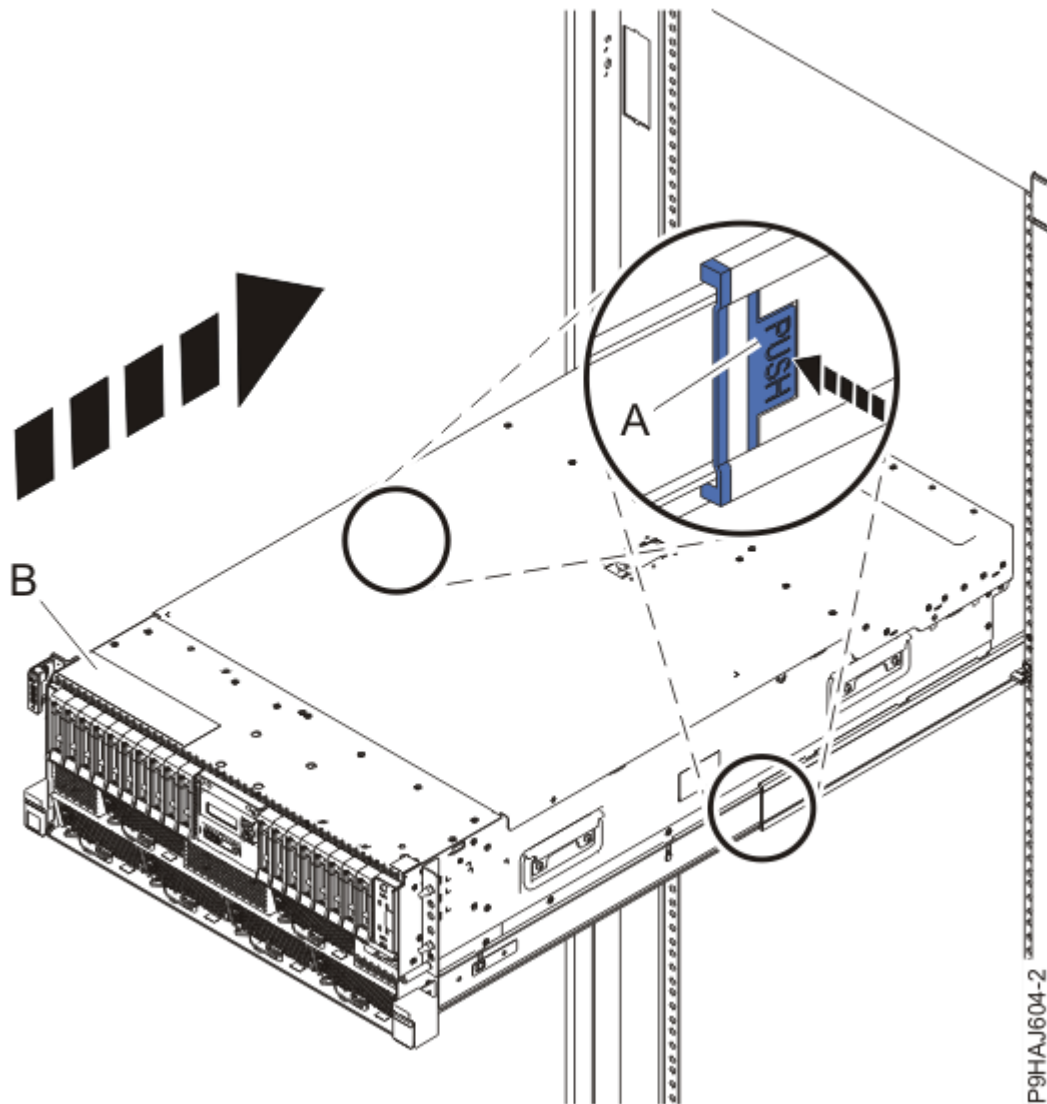

Abbildung 39. System in die Betriebsposition bringen
5. Entsperren Sie bei einem Einschubsystem die blauen Schienensicherheitsverriegelungen **(A)**, indem Sie sie nach innen drücken (siehe Abbildung 39 auf Seite 42).